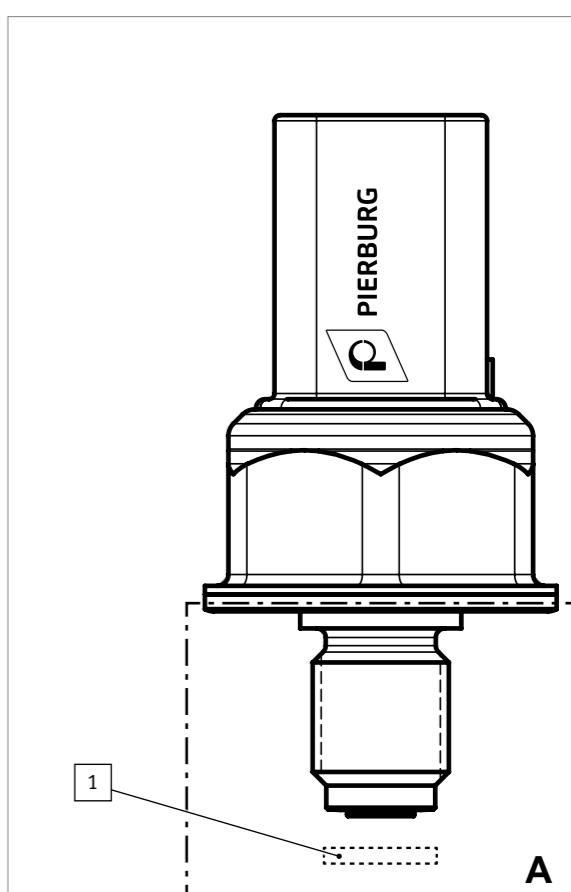

Abb. 2/Fig. 2/Pic. 2/图2
- Der Bereich A (Abb. 2) und auch das Umfeld des Einbauorts müssen frei von Schmutz, Spänen oder Schmiermitteln sein.
- Area A (Fig. 2) and the area around the installation location must remain free from dirt, chips and lubricants.
- La zone A (fig. 2) ainsi que l'environnement immédiat du lieu de montage doivent être exempts de saletés, copeaux ou lubrifiants.
- Зона A (рис. 2) и зона вокруг места монтажа не должна содержать грязь, опилки или смазку.
- El área A (fig. 2) y también el entorno del lugar de montaje deben estar limpios de suciedad, virutas o lubricantes.